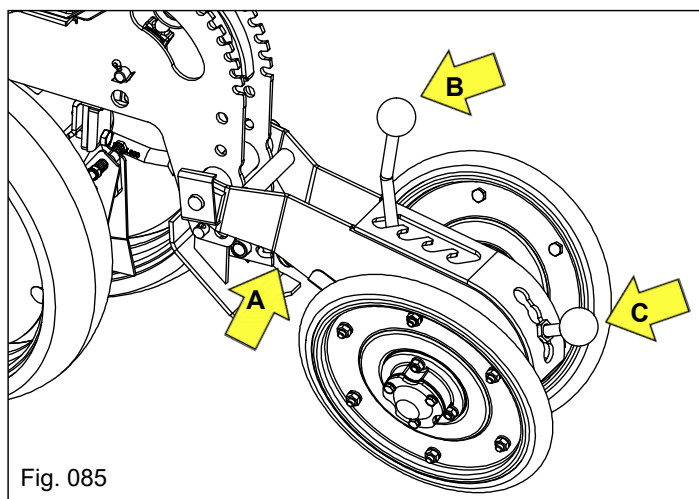

Fig. 085
A regulagem das rodas compactadoras (Fig. 085), também é um fator fundamental para o bom plantio. Promove o fechamento e a compactação do sulco de plantio. A **8090PD Terra Semente** portanto conta com dois recursos de regulagem:
a) Mola vertical "A": é pressionada através da mudança de posição da alavanca "B", 4 posições, dando maior ou menor pressão de apoio das rodas sobre o solo. Para solos mais pesados (argilosos), regule com mais pressão; para solos mais arenosos, utilize menor pressão (Fig. 085).